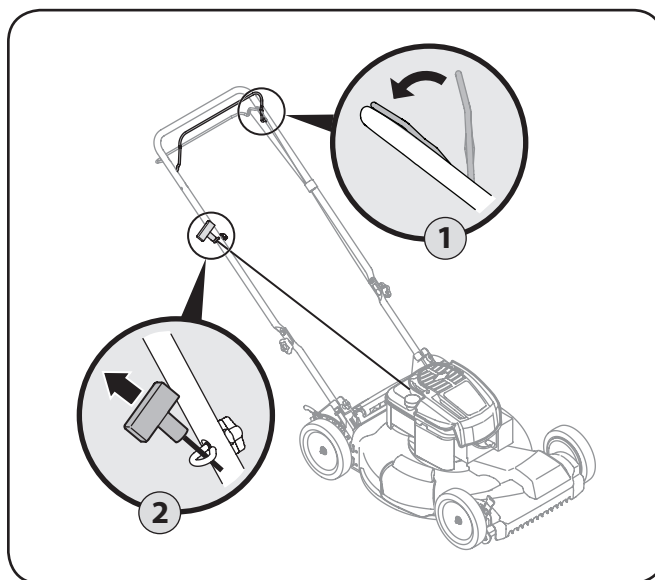

Figura 5-1
1. Colóquese detrás de la podadora, apriete la manija de control de la cuchilla y sosténgala contra la manija superior. Vea Figura 5-1.